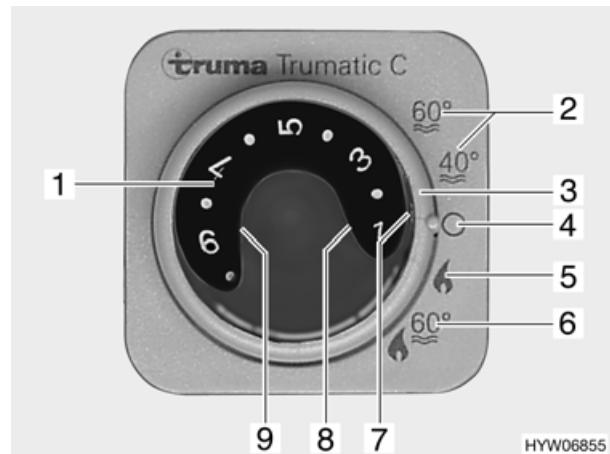

Bild 68 Bedieneinheit für Heizung/Boiler
■ Betriebsart mit dem Drehschalter (Bild 68,3) einstellen:
- Sommerbetrieb "40 °C" oder "60 °C" (Bild 68,2)
- Winterbetrieb "Heizung ohne Boiler" (Bild 68,5)
- Winterbetrieb "Heizung und Boiler" (Bild 68,6)
- Aus (Bild 68,4)
Die Heizung wählt nach gewünschter Raumtemperatur selbstständig die benötigte Brennerstufe. Wenn die gewünschte Raumtemperatur erreicht ist, schaltet der Brenner ab. Bei Betriebsart "Heizung und Boiler" (Bild 68,6) wird auch das Wasser im Boiler erhitzt. Die Heizung kann in der Betriebsart "Heizung ohne Boiler" (Bild 68,5) mit leerem Boiler betrieben werden.
- Temperaturdrehknopf (Bild 68,1) an der Bedieneinheit auf gewünschte Raumtemperatur stellen.
- Drehschalter (Bild 68,3) auf Winterbetrieb "Heizung ohne Boiler" oder auf Winterbetrieb "Heizung und Boiler" stellen.
Grüne Kontroll-Leuchte (Bild 68,7) leuchtet.
- Drehschalter (Bild 68,3) auf "Aus" (Bild 68,4) stellen.
Die Spannungsversorgung für Heizung/Boiler und das Sicherheits-/Ablassventil kann durch den 12-V-Hauptschalter nicht unterbrochen werden. Bei Störung leuchtet die rote Kontroll-Leuchte (Bild 68,8) an der Bedieneinheit für Heizung/Boiler Trumatic C auf (siehe Kapitel 14).